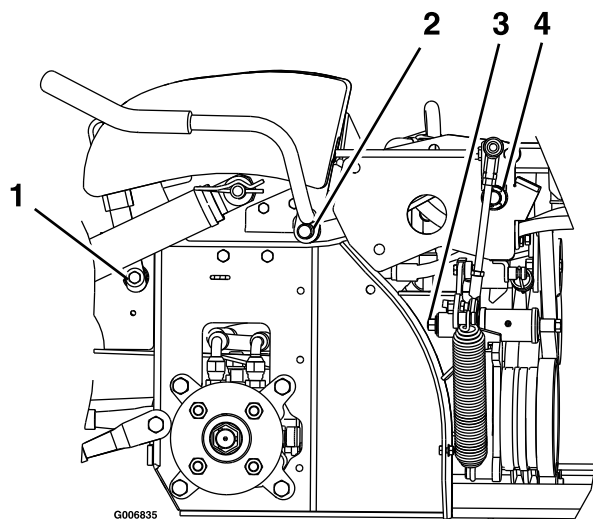

Figura 34
2. Lubrificate le boccole in bronzo sul perno di articolazione della maniglia del freno con lubrificante spray od olio leggero (Figura 34).